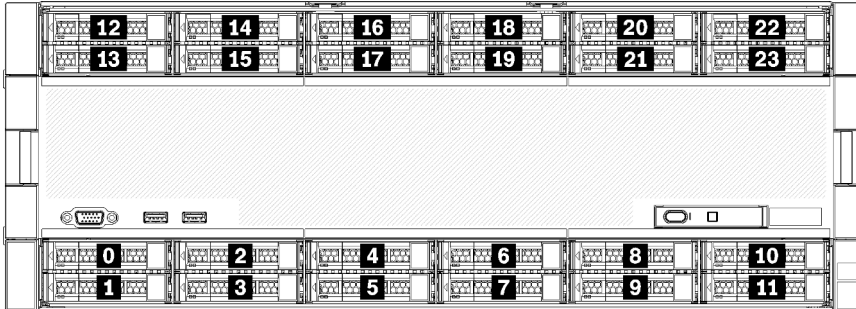

Figura 11. Locais do compartimento de unidade
- As duas unidades superiores oferecem suporte a unidades SAS, SATA ou de interface de NVMe (Lenovo AnyBay). O servidor pode oferecer suporte a até 12 unidades NVMe, dependendo da configuração do servidor. Os compartimentos de unidade NVMe são os compartimentos com numeração par, conforme mostrado em Figura 11 "Locais do compartimento de unidade" na página 28.